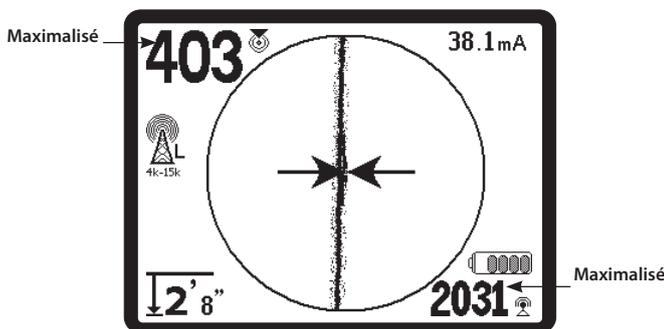

Figure 23 : Localisation à haute probabilité
3. Utilisez les flèches de guidage, le numéro de proximité, la puissance du signal et la ligne de suivi pour vous guider pendant le suivi de ligne. Ces éléments d'information sont générés à partir des caractéristiques du signal discret pour aider l'opérateur à comprendre la qualité de la localisation. Un signal **non déformé** émis à partir d'une ligne est le plus fort directement au-dessus de cette ligne. (Remarque : A la différence des lignes de suivi du signal, les flèches de guidage exigent que l'utilisateur *oriente le localisateur* de façon à ce qu'elles pointent à 90 degrés vers la ligne de suivi du signal. (Voir figure 23.))